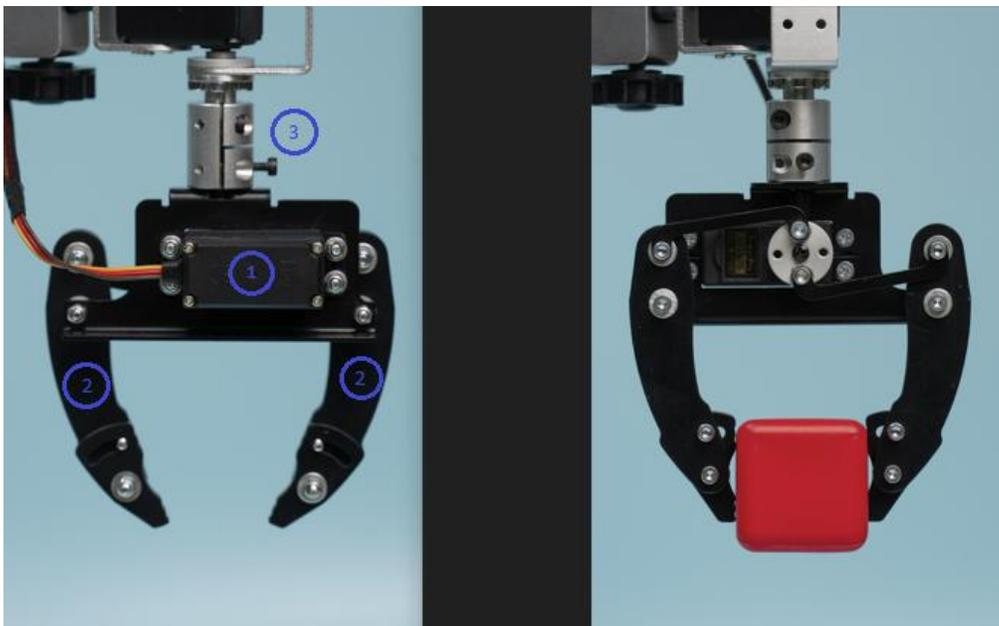

Рисунок 18 – Модуль захвата механического, где: 1 – привод механического захвата, 2 – когти, 3 – винты на муфте
Модуль захвата механического предназначен для того, чтобы перемещать предметы. Модуль состоит из привода и двух когтей (см. Рисунок 18).
- 1) Возьмите поворотный модуль, ослабьте винты на муфте (см. Рисунок 18).